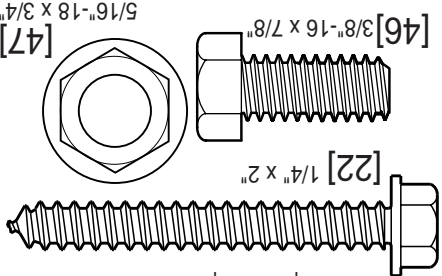

FIG. 2-8 Placer le montage. Position de montage.
- Positionner l'ensemble rail/tête motorisée (Fig. 2-8).
- Fixer la bride de rail au support de linteau à l'aide d'un écrou (47) MAIN.
- (Fig. 2-8 Encart) NE SERRER QU'À LA MAIN.